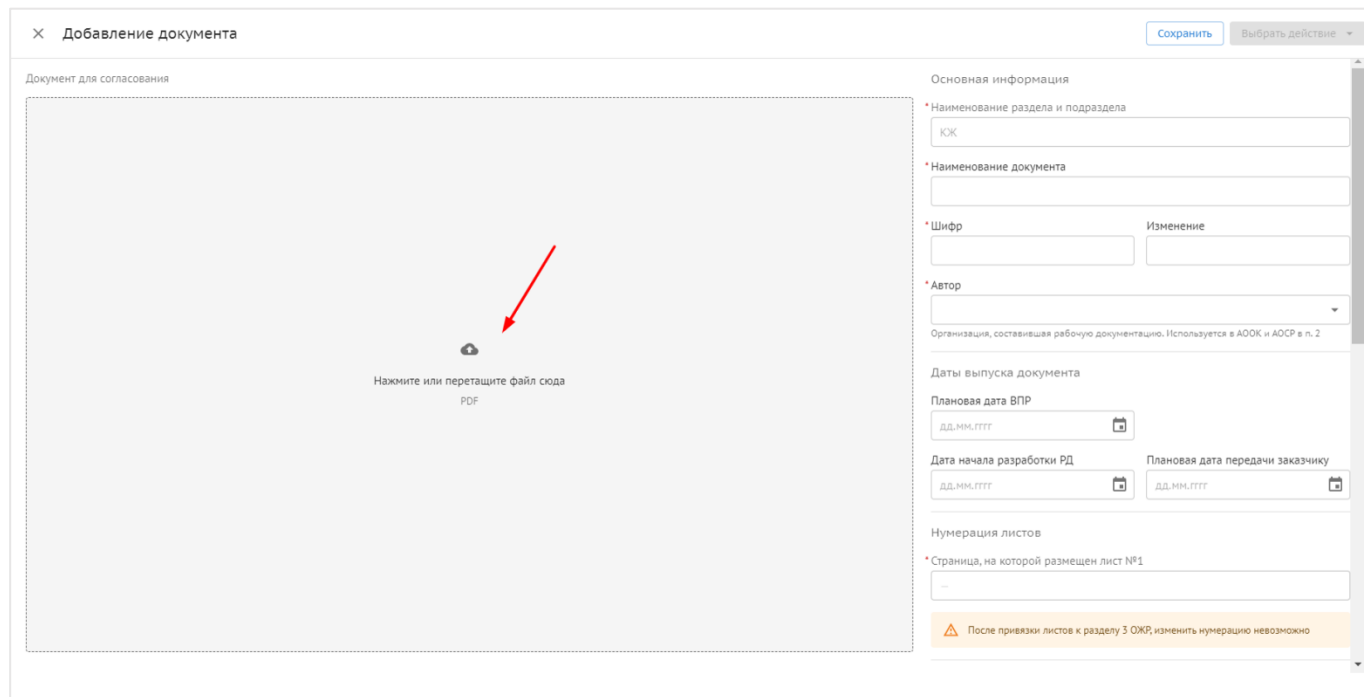

Рис. 6 - Загрузка документа
2. В открывшемся окне загрузить комплект документации в формате PDF (рис. 6);